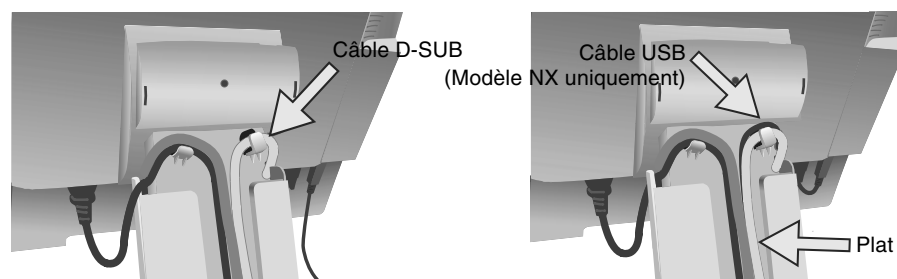

Figure C.3 (Image : modèle LCD2070NX)
8. Assurez-vous que tous les câbles reposent à plat contre le support (**Figure C.3**).